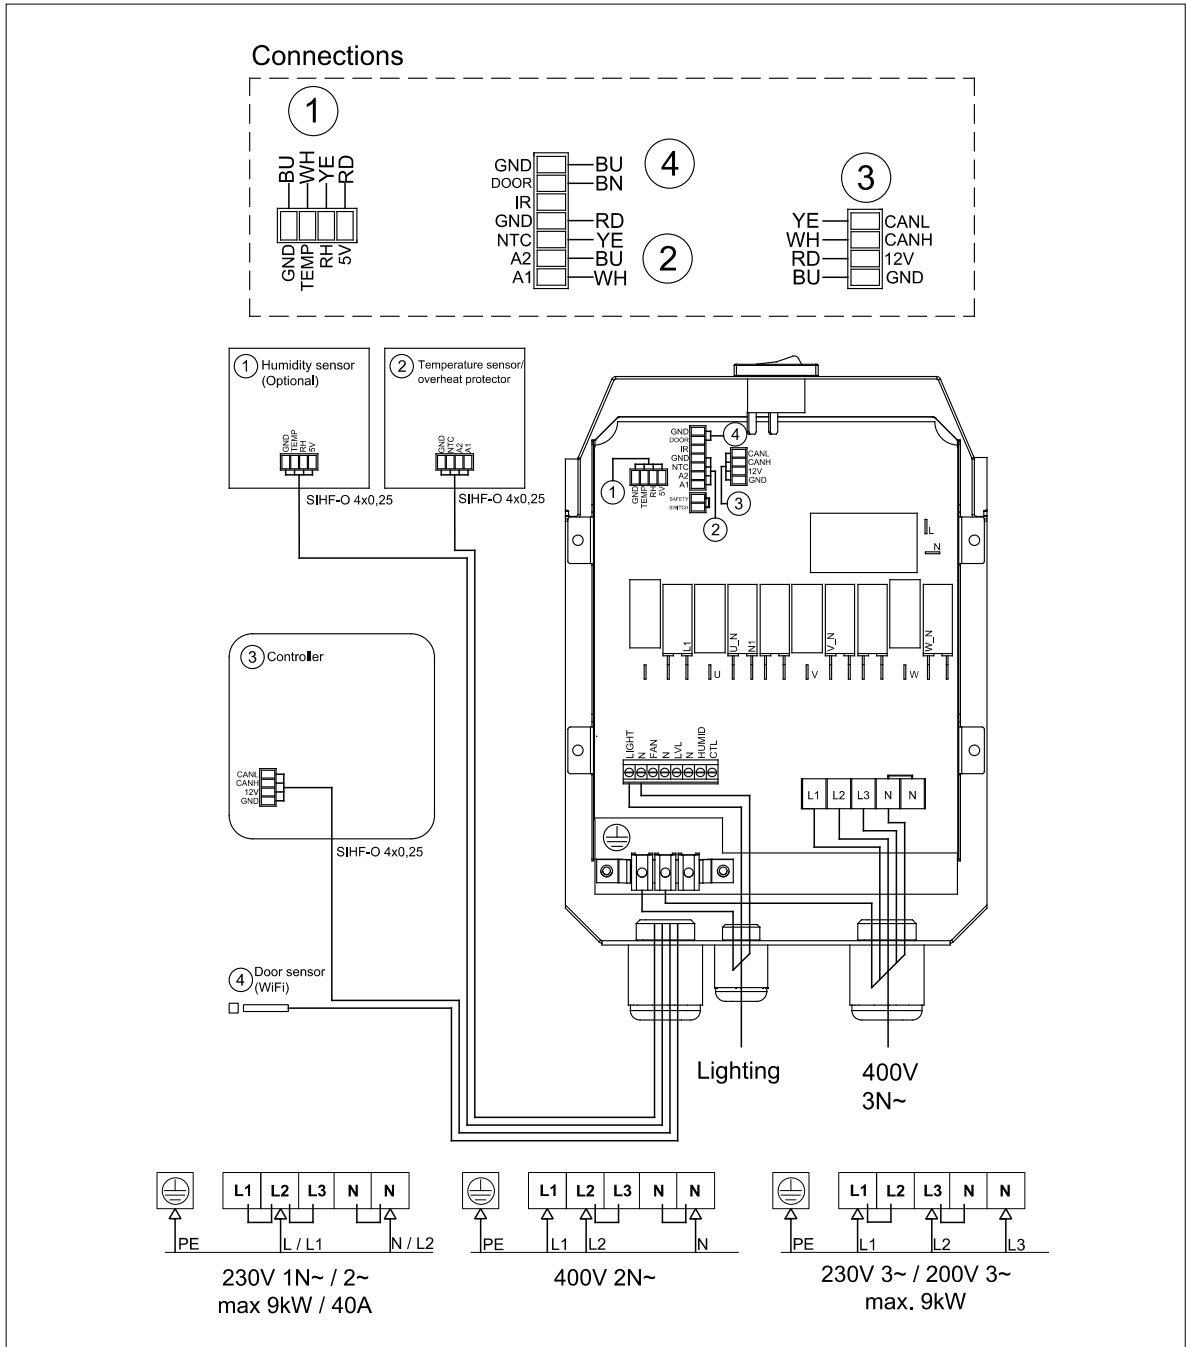

Bild 2. Kopplingschema
5. När komponenterna av styrsystemet är installerade och kopplade kan en strömkabel anslutas till bastuaggregatet enligt kopplingsschemat (bild 2). En gummikabel typ H07RN F eller liknande används som strömkabel. Kabelns tvärsnitt och säkringstorleken har visats i tabell 3.